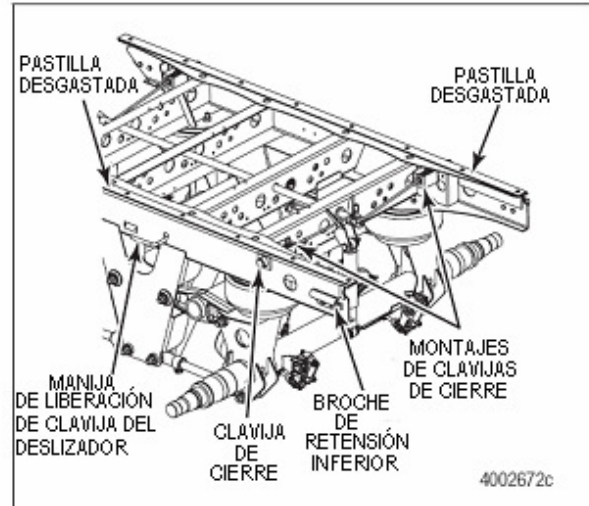

Figura 9.12
2. Verifique las clavijas de cierre del deslizador, el mecanismo de barra de tensión del deslizador y pastillas de desgaste del deslizador para ver si hay desgaste excesivo ó fijación. Figura 9.12. Repare ó reemplace según sea necesario.